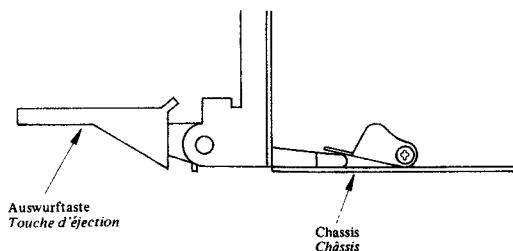

Abb. 61      Fig. 61
Die Tasteneinheit gemäß Abb. 61 einbauen. Wenn nicht gemäß Abbildung durchgeführt, könnte es zu Fehlbetrieb kommen. Daher unbedingt auf richtige Durchführung achten.
*Remonter le groupe des commandes comme indiqué par la Fig. 61. Quand le montage n'est pas réalisé en consultant l'illustration, le fonctionnement normal risque de ne pas être obtenu. Par conséquent, prendre toutes les précautions nécessaires.*